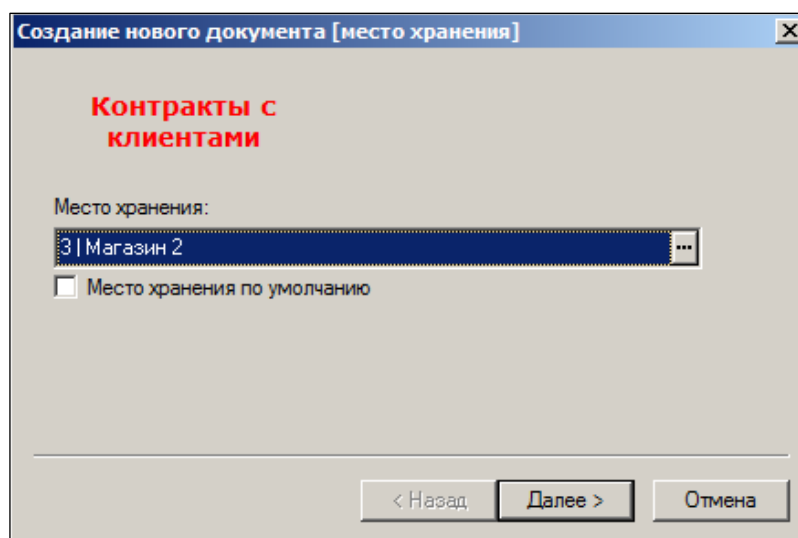

Рисунок 24 – Создание контракта с клиентами (1)
1. Выбрать место хранения, откуда осуществляется отгрузка товаров (Рисунок 24):